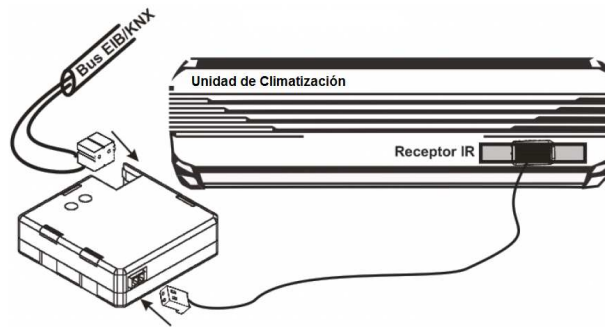

Bild 1.3 IRSC-Anschluss- Klimagerät
- 🎯 **Programmier-Taste(3):** Ein kurzer Druck auf diese Taste bringt den Controller in den Programmiermodus, die LED (2) leuchtet rot. Wird die Busspannung bei gedrückter Taste angelegt, geht der IRSC in den Sicherheitsmodus.
- 🎯 **IR-Emitter (5):** IR-Emitter zur Sendung der Infrarot-Befehle an das Klimagerät. Der IR-Emitter muss auf den IR-Empfänger der Klimageräts aufgeklebt werden (siehe Bild 1.3)
- 🎯 **Anschlussbuchse (6):** Hier wird der Anschlussstecker eingesteckt, über den die IR Befehle von den IRSC aus zum Klimagerät gesendet werden.
Im Bild 1.3 wird anhand eines Schemas die richtige Anschlussweise des IR-Emitter (5) am Klimagerät dargestellt.